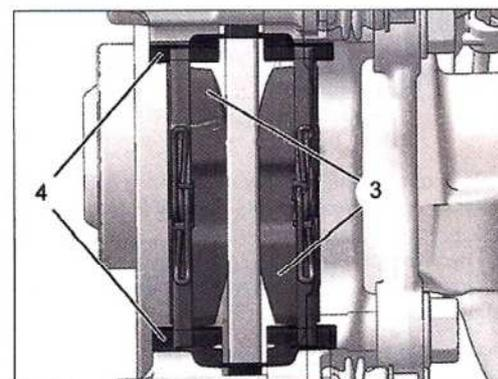

FIG.8
- Separar la pinza de freno, y desmontar las pastillas (3) así como los separadores (4) (Fig.8).